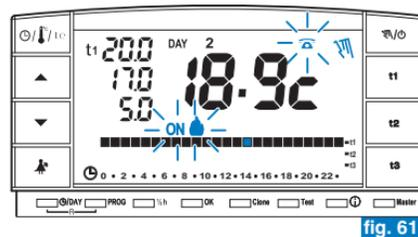

fig. 61
**Cerrando el contacto:** el cronotermostato en funcionamiento programado manual temporal/permanente o programa P 04 Holiday, se activa en **funcionamiento manual permanente** con temperatura **t1 Confort**. En la pantalla aparecen los símbolos parpadeante y fijo indicando el forzado (fig. 61).